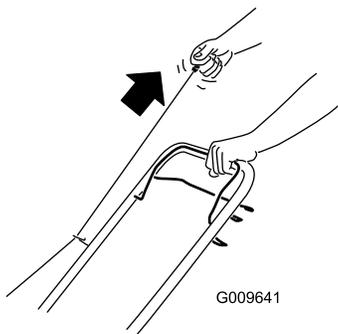

Figure 12
2. Tirez la poignée du lanceur (Figure 12).
**Remarque:** Tirez lentement la poignée du lanceur (Figure 12) jusqu'à ce que vous sentiez une résistance, puis tirez vigoureusement. Laissez le lanceur se rétracter lentement jusqu'à la poignée.